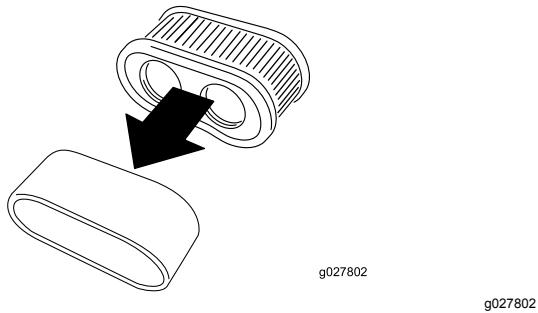

Figure 41
5. Séparez l'élément en mousse de l'élément en papier (Figure 41).